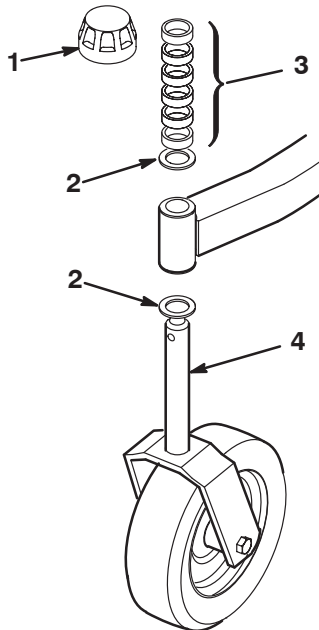

Bild 1
1. Nehmen Sie die Druckkappen von den Spindelwellen ab, und schieben Sie die Distanzstücke und Druckscheiben von der Wellen (Bild 1 und 2).
2. Schieben Sie die Distanzstücke auf die Laufradspindel, um die gewünschte Schnitthöhe zu erhalten; siehe Schnitthöhentabelle auf Seite 14. Schieben Sie eine Druckscheibe auf die Spindel. Drücken Sie die große Laufradspindel durch den vorderen Laufradarm und die kleine Laufradspindel durch den hinteren Laufradarm. Setzen Sie eine weitere Druckscheibe und die restlichen Distanzstücke auf die Spindel auf, und bringen Sie die Druckkappe an, um die Teile zu befestigen (Bild 1 und 2).